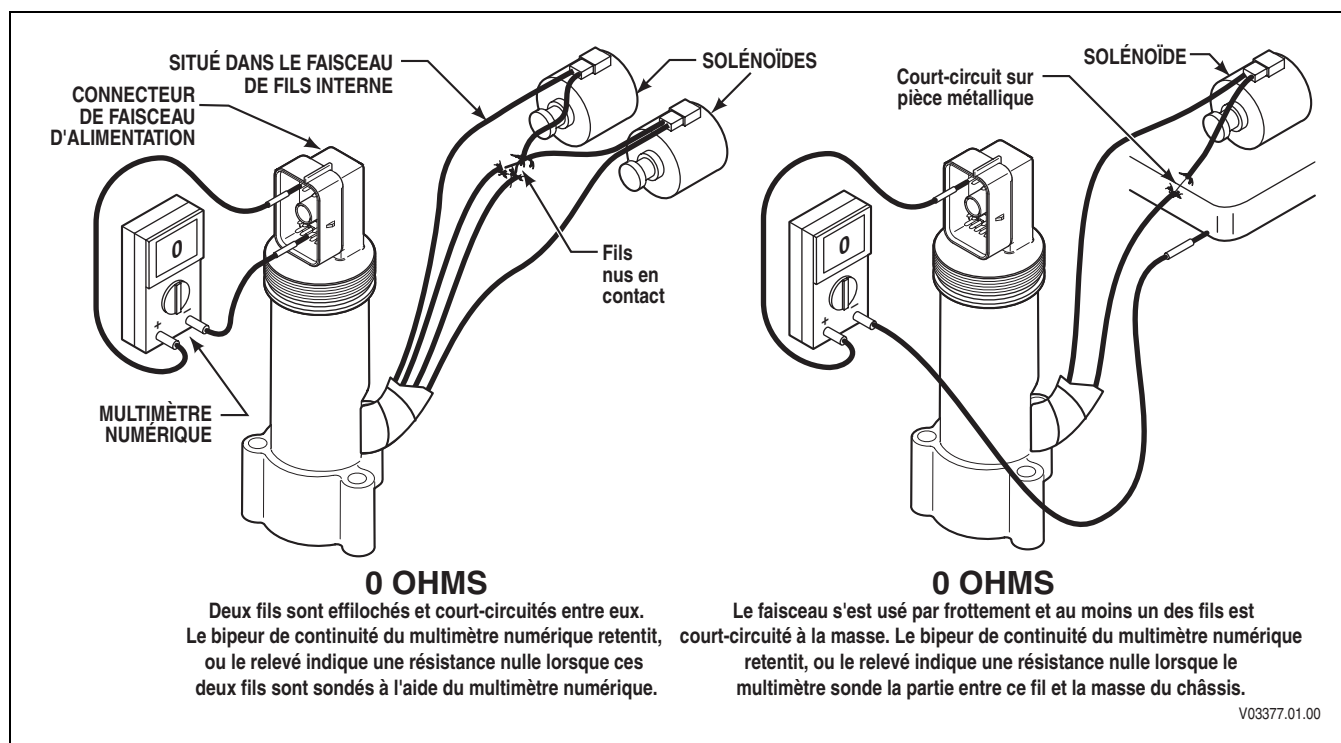

Figure 4-4. Court-circuit entre fils et à la masse
- b. Si la résistance est correcte, vérifiez qu'il n'y a pas de courts-circuits entre fils et à la masse dans le faisceau en procédant comme suit (Figure 4-4) :
- (1) Au niveau du connecteur de la transmission, placez une sonde du multimètre numérique sur un fil du circuit testé et l'autre sonde sur chaque borne du connecteur, sur la masse du châssis et sur le carter principal de la transmission. Procédez de la sorte pour les deux fils du circuit testé.
- (2) Si le multimètre numérique indique une résistance nulle ou faible, ou si le bipleur de continuité retentit, cela indique la présence d'un court-circuit entre les deux points sondés — entre les deux fils ou entre un fil et la masse. L'indication d'un court-circuit peut résulter d'une épissure au niveau du fil testé. Vérifiez le schéma de câblage de l'annexe J pour l'emplacement des épissures. Si le court-circuit ne résulte pas d'une épissure, isolez-le puis réparez-le.